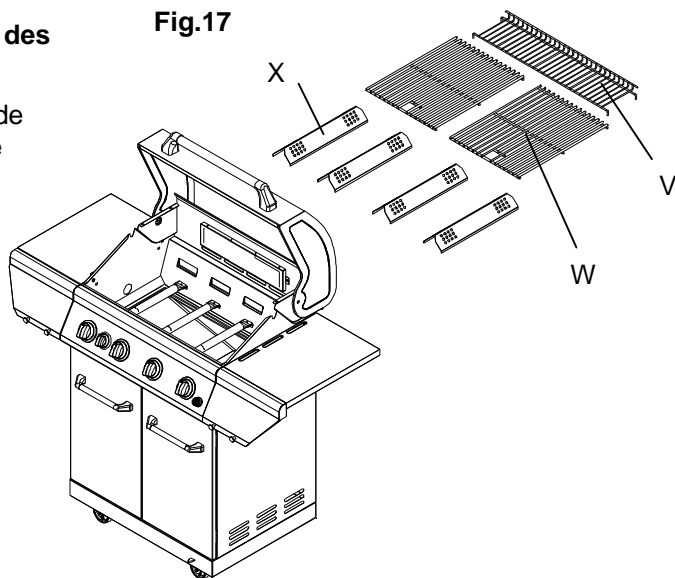

Fig.17
Placez les dispositifs d'arrêt de flammes (X), les grilles de cuisson principale (W), et la grille chauffante (V) dans le gril (voir Fig. 17).